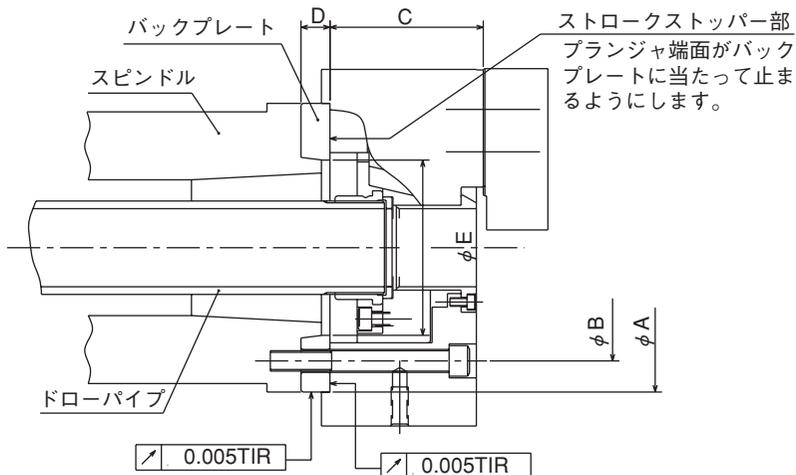

図 17
- 図 17 は JIS ショートテーパ規格の場合である。
- バックプレートはプランジナットを引いた際に、プランジナット端面がバックプレートに当たって止まるような寸法（図 17 の寸法  $\phi E$ ）とすること。ストロークが規定よりも大きくなると、チャックの破損や把握不良の原因となる。